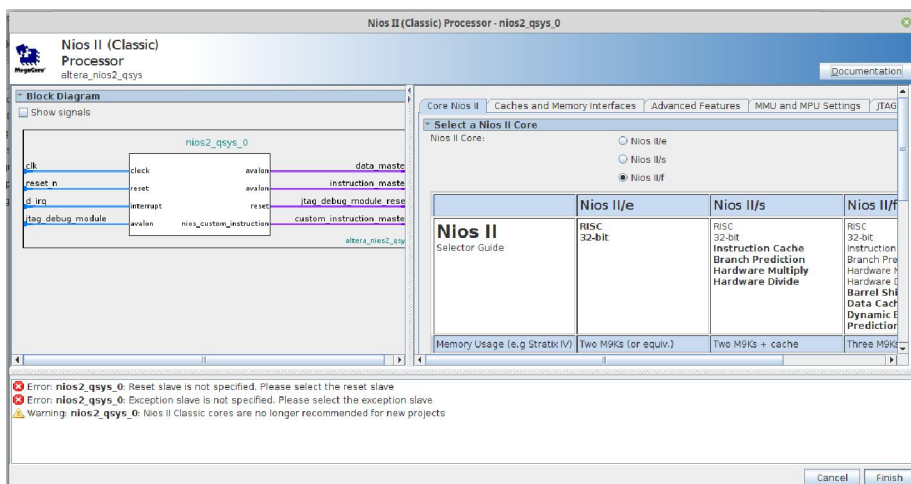

Рисунок 7. Вікно налаштування Nios II.
4. У вікні налаштування процесорного ядра оберіть *Nios II/e* — економічну версію процесора (рис. 7) і натисніть *Finish*. Усі інші налаштування зробите потім.